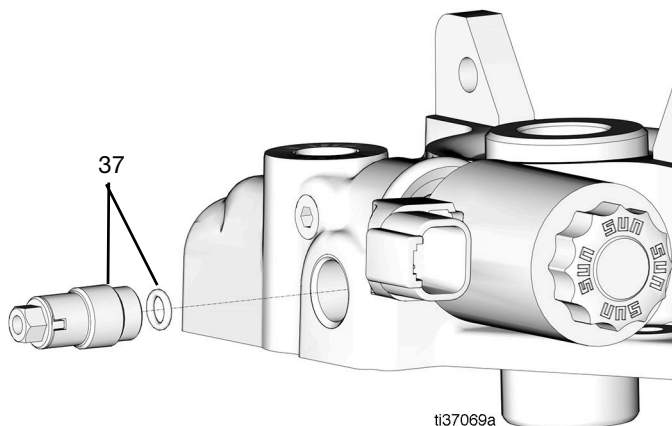

FIG. 73
- Coloque la junta tórica en la válvula de retención y, luego, coloque la salida de la bomba y apriete (a un par de 21,7 N•m [16 lb-pie]) (Fig. 73).